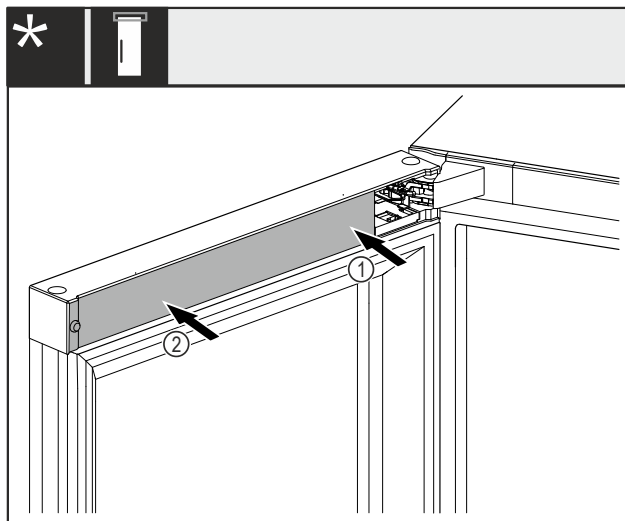

Fig. 49 *
- ▶ Coloque primero la cubierta Fig. 49 (1) en el lado del soporte del cojinete y encájela.*
- ▶ Coloque la cubierta Fig. 49 (2) en el lado exterior y encájela.*